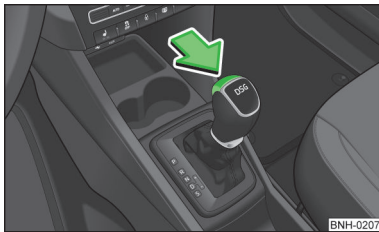

Abb. 93
Vor dem Einlegen des Modus **R** aus dem Modus **P** oder **N** muss das Bremspedal getreten und gleichzeitig die Sperrtaste gedrückt werden » Abb. 93.
Vor dem Einlegen des Modus **S** aus dem Modus **D** muss die Sperrtaste gedrückt werden » Abb. 93.
Der Wählhebel wird gelöst, indem das Bremspedal getreten und gleichzeitig die Sperrtaste gedrückt wird » Abb. 93.
- » Die Sperrtaste drücken und gedrückt halten » **Abb. 93** auf Seite 100.